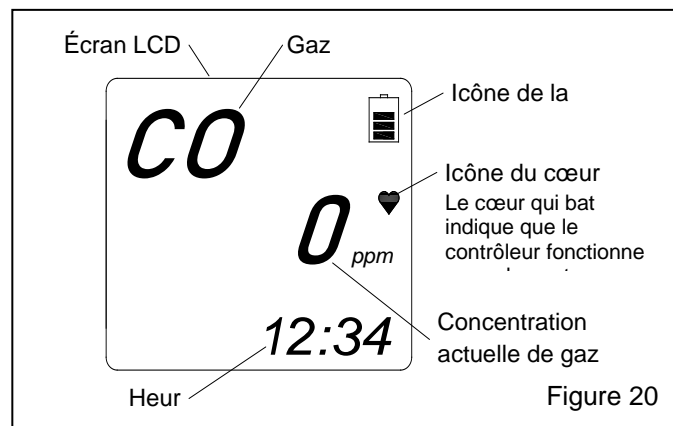

Figure 20
5.2.1.3 Lorsque le seuil de référence pour l'air frais a été réglé, « Adj » s'affiche à l'écran pour indiquer que vous pouvez RELÂCHER la touche AIR. Le contrôleur émet un bip et l'écran affiche 0 ppm, comme illustré sur la figure 20.
5.2.2.6 Lorsque le seuil de référence pour l'air frais a été réglé, « Adj » s'affiche à l'écran pour indiquer que vous pouvez *RELÂCHER* la touche AIR. Le contrôleur émet un bip et l'écran affiche 0 ppm, comme illustré sur la figure 20.